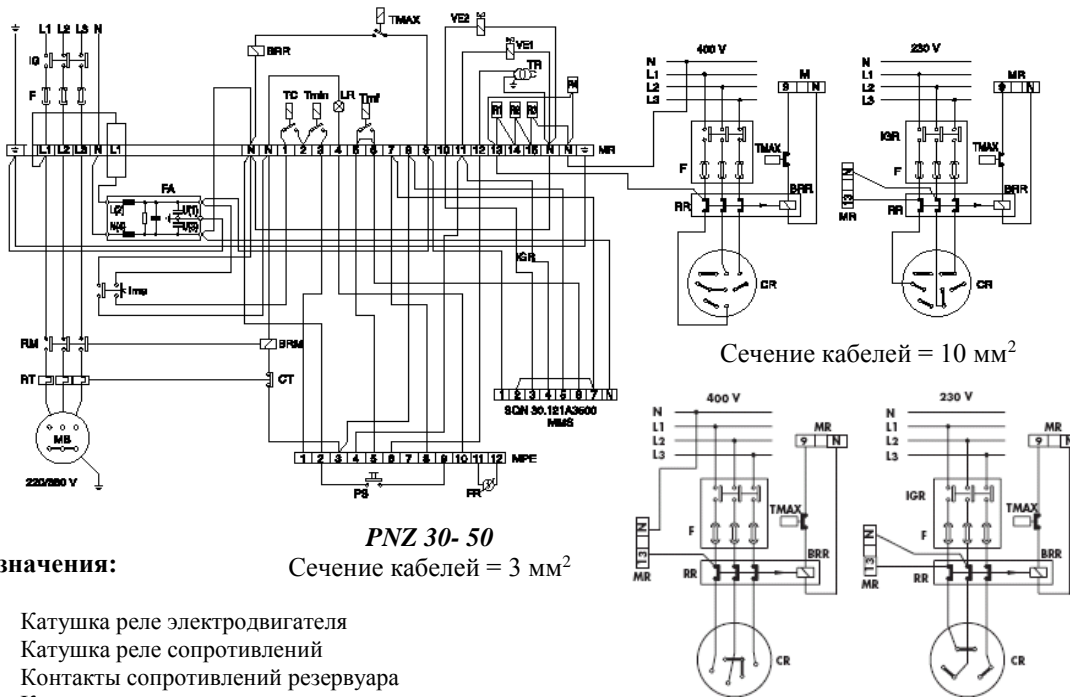

Рис. 6
Горелки типа PNZ предназначены для работы с питанием от трехфазного переменного тока с напряжением 230-400 В и частотой 50 Гц. Горелка подключается к сети питания с помощью трехфазного главного выключателя. Предусмотрен второй главный выключатель для сопротивлений нагрузки подогревателя (см. рис. 6). Необходимые подключения — это подключение к сети питания, линии питания терморегуляторов температуры котла и температуры в помещении, и, если есть, индикаторной лампочки терморегулятора температуры в помещении. Подключите также сопротивления нагрузки резервуара подогревателя. Электродвигатели данных горелок и сопротивления нагрузки резервуара уже заранее установлены для работы от сети питания с трехфазным переменным током с напряжением 400 В (т.е. соединения выполнены по схеме “звезда”). Если напряжение в сети питания составляет 230 В, необходимо выполнить соединение по схеме “треугольник”. Для этого достаточно переставить переключки на колодке контактных выводов электродвигателя и сопротивлений нагрузки, не меняя больше никаких других соединений (см. рис. 6-7).
Убедитесь, что общий выключатель включен (см. рис. 6, поз. IG):
- установите переключатель на электрическом пульте (см. рис. 6, поз. Ima) в положение “off (выкл.)”;
- снимите крышку электрического пульта и с помощью отвертки нажмите на подвижную часть реле электродвигателя (см. рис. 6, поз. RM). Электродвигатель заработает, а вместе с ним заработает и насос, который начнет заполнять установку. Данная операция завершится, когда из шланга обратной линии топливо начнет выходить без пузырьков воздуха;